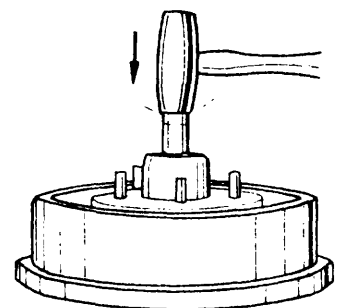

Fig. 2
- a Saque el retén y rodamiento interior del cubo (fig.2).